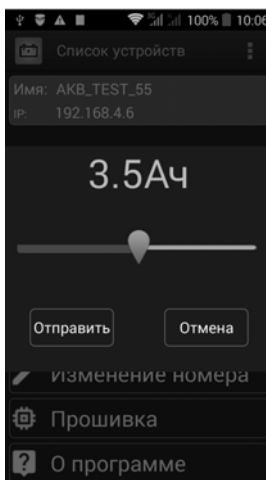

Рисунок 3 - установка порога ёмкости АКБ.
- Порог ёмкости - возможность изменить порог ёмкости АКБ (см. рис. 3).